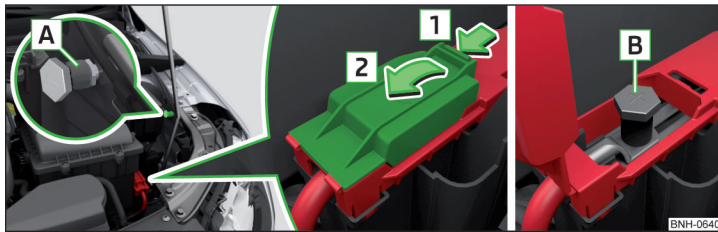

Abb. 246 Massepunkt und Pluspol bei Fahrzeugen mit der Fahrzeugbatterie im Gepäckraum
Der Pluspol **B** befindet sich unter einer Abdeckung im Motorraum » Abb. 246.
- Die Pluspolklemme des Starthilfekabels an der Position **B** » Abb. 246 an-klemmen.